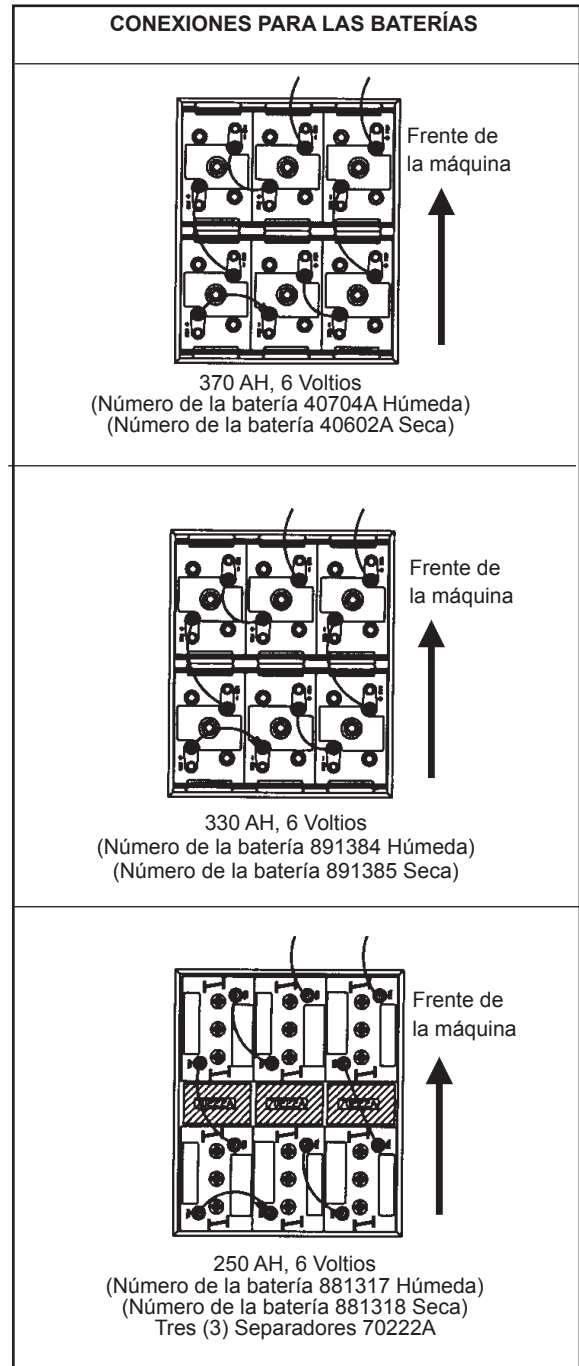

Figura 3
Las baterías se colocan en el compartimiento para las mismas que está ubicado debajo del asiento y del depósito de recuperación (figura 3). La máquina utiliza seis baterías de 6 voltios. Se deben manipular utilizando el equipo adecuado para levantarlas según el peso y el sistema de acoplamiento. Para el mantenimiento y la recarga diaria de las baterías es necesario seguir todas las instrucciones provistas por el fabricante.
Para la instalación de las baterías siga estos pasos (Consulte la figura 3):
5. Coloque las baterías en su lugar y conecte sus cables como se indica en la figura 3.